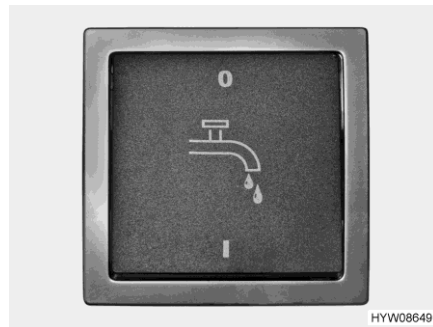

Bild 137 Schalter (Wasserpumpe)
- ▷ Bevor die Wasserarmaturen benutzt werden können, müssen die 12-V-Versorgung am Panel und die Wasserpumpe am Schalter (Bild 137) eingeschaltet sein. Die Wasserpumpe arbeitet sonst nicht.